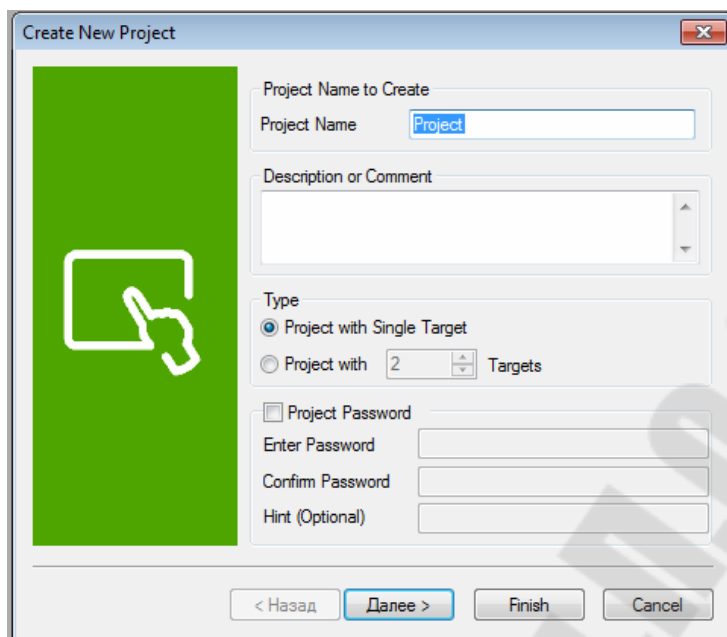

Рис. 2.1. Настройка имени проекта и его описания
- Задать имя проекта (*Project Name*) и его описание (*Description or Comment*) при необходимости (рис. 2.1).